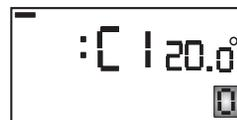

Рис.1 Расположение переключателя J1
Функция PT55 (PT55 Lite) определяется **переключателем J1** (см.рис.1 стр.13), который найдете с задней стороны микропроцессорной части (сняв заднюю пластмассовую крышку).
Разъединим J1 (см. рис.1) произведем **RESET** и присоединим экстерный датчик (см. рис. 2), который контролирует максимальную температуру теплого пола. Когда температура пола дойдет до максимальной разрешенной величины, термостат выключится, если температура в контролируемом помещении не дойдет до требуемого уровня. Термостат снова включится при снижении температуры на экстерном датчике на 0,5°C.
Термостат PT55 (PT55 Lite) состоит из двух частей. Передняя, микропроцессорная (**рис. 1**) и задняя, переключающая (**рис. 2**) части. Это позволяет быстро, легко и просто сделать монтаж в инсталляционную коробку типа КУ/КР68.
1. Со стороны стрелки **рис.1** откроем коробку PT55 (PT55 Lite), чем разделим термостат на две части.